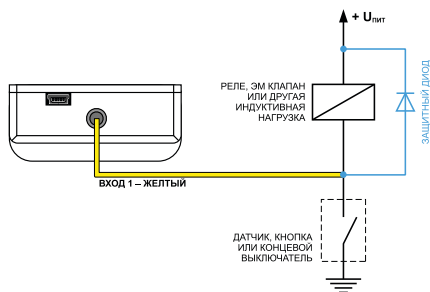

Рис.12. Схема подключения защитного диода
1. Защитный диод (Рис.12) – устанавливается параллельно индуктивной нагрузке.